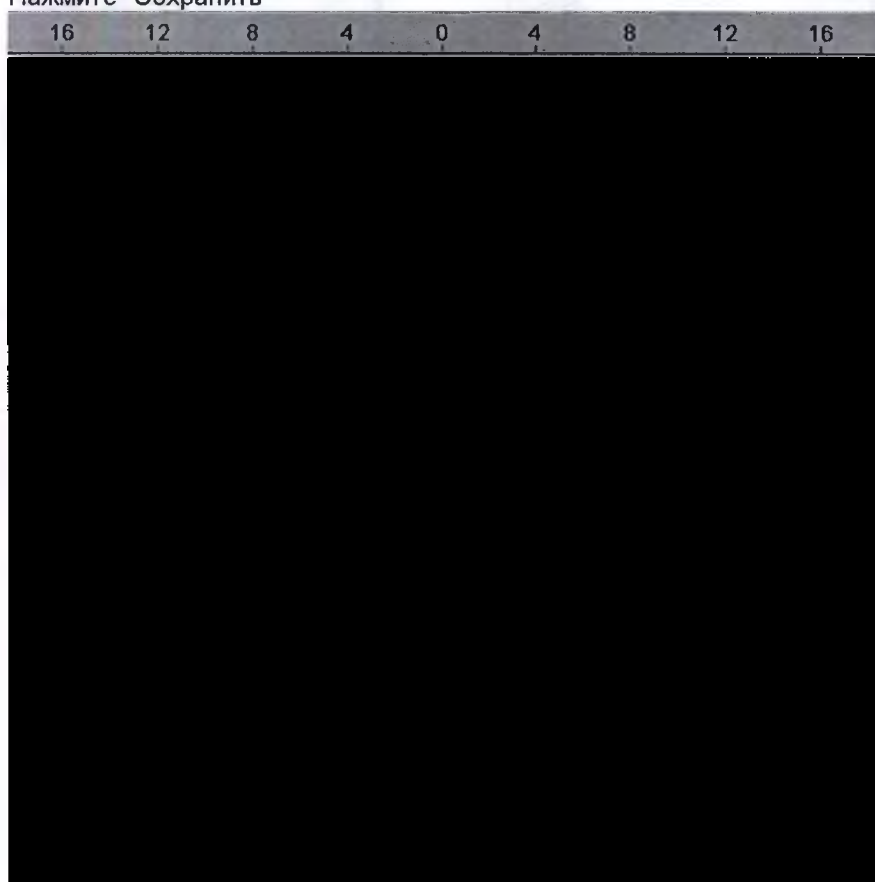

Рис. 9. Пример электронного шума. Изображение не должно иметь такого рода шума на глубинах 0-25мм.
4. **(Контрольная точка)** Убедитесь, что электронный шум (повторяющиеся линии или узоры) не виден на глубинах менее 25 мм. (См. Рис. 9 пример недопустимых электронных шумов).